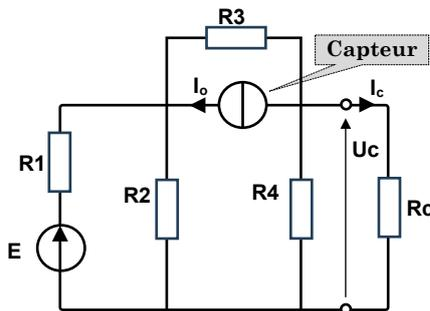
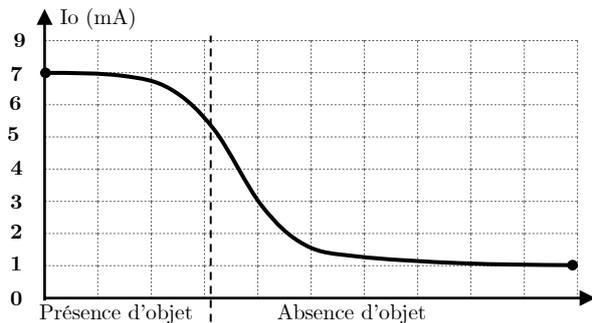

Figure 2 : Schéma de conversion courant tension
Figure 3 : Le courant généré par le récepteur selon l'état de présence
Le récepteur (phototransistor) est modélisé par une source de courant  $I_o$  (Figure 2), qui génère un courant  $I_o$  variant en fonction de l'état de l'objet placé devant lui (Figure 3).
- **Question 12 :** à partir de la figure 3, déterminer le courant maximal  $I_{o\max}$  dans la phase présence d'objet et le courant minimal dans la phase d'absence d'objet  $I_{o\min}$ .
- **Question 13 :** en appliquant la loi de conversion des sources « Norton-Thévenin » au bronche «  $I_o, R3$  », exprimer puis calculer la valeur  $E3$  et  $R$  en fonction de  $I_o$  et  $R3$  du schéma de la figure 2.